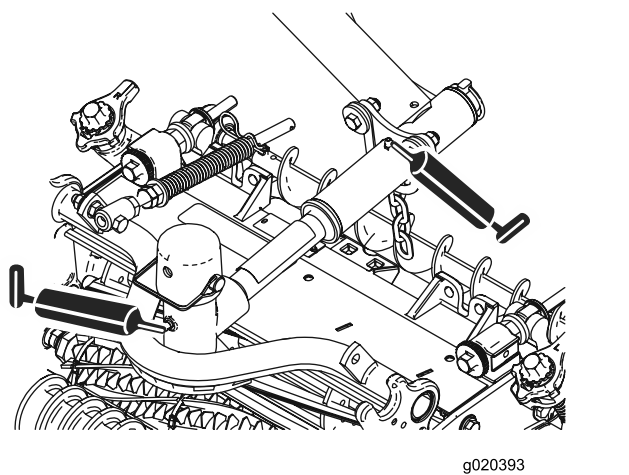

Рисунок 44
- Шарниры режущих блоков (по 2 шт.); см. Рисунок 44.